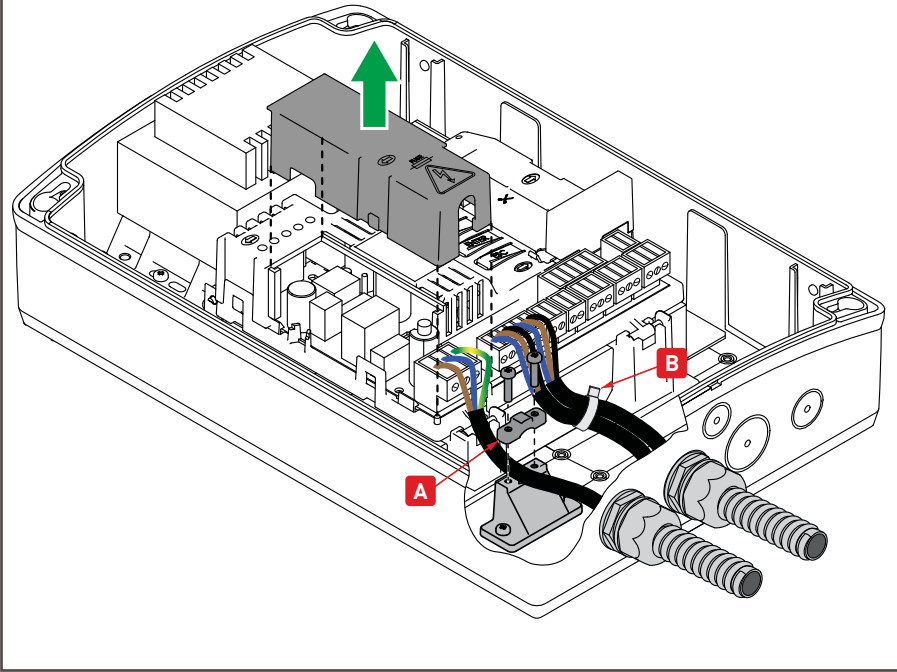

Fig. 4.4
- Si nécessaire, monter les charnières à pression sur le fond du boîtier et sur le couvercle du côté droit ou gauche, au choix (Fig. 4.4, page 6).